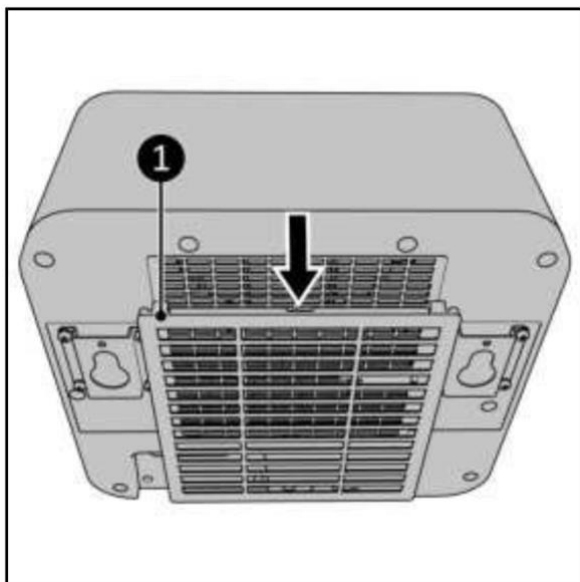
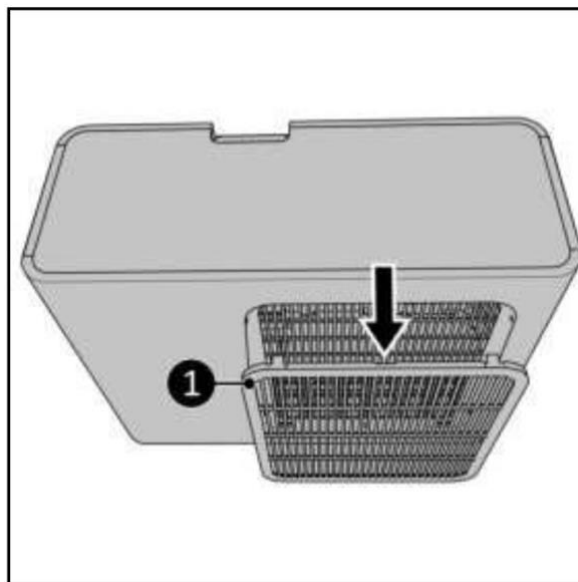

Figura 41.
Figura 42.
2. Scoateți cadrul (Figura 41, poz. 1 pentru unitatea interioară și Figura 42, poz. 1 pentru unitatea exterioară) și scoateți filtrul.